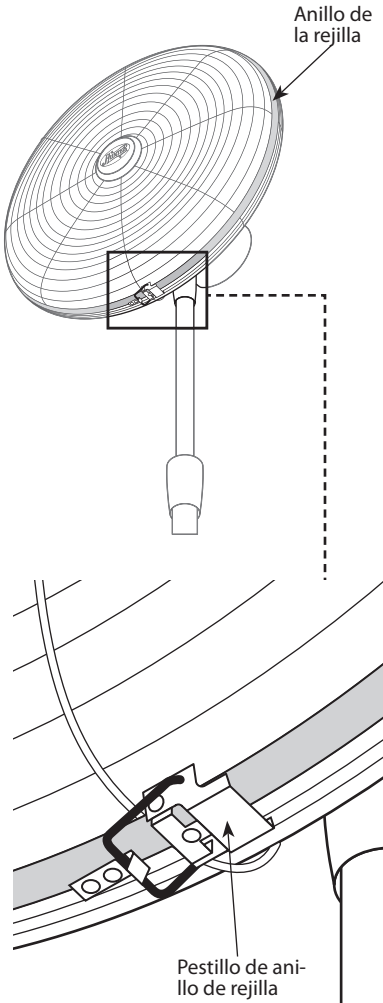

FIGURA 12
24. Coloque el anillo de la rejilla sobre los dos bordes de las rejillas delantera y posterior, ubicando la abertura del anillo en la parte inferior de los bordes de las rejillas delantera y posterior. Una los dos extremos del anillo de la rejilla y fíjelos con un seguro de anillo de rejilla. Vea la Figura 12.